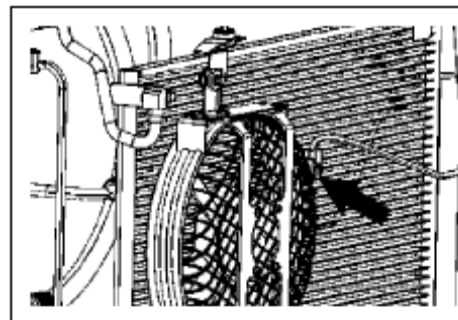

Рис. 468
- (1) Отсоедините проводку привода вентилятора конденсатора(рис. 468)